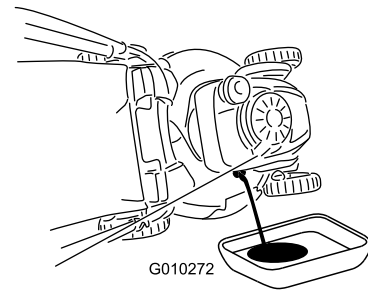

Figura 23
4. Coloque la máquina de lado con la varilla de aceite hacia abajo para drenar el aceite usado a través del tubo de llenado de aceite en un recipiente de aceite usado (Figura 23).